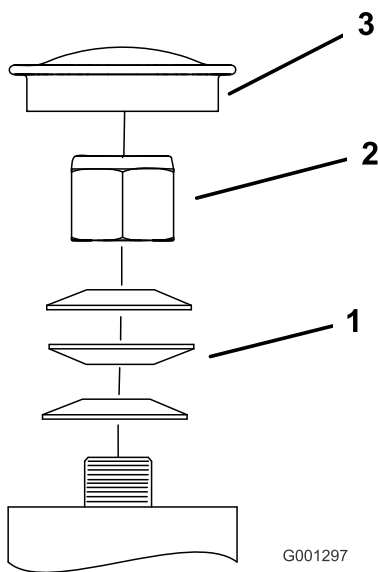

Figura 47
3. Retire el tapón antipolvo de la rueda giratoria y apriete la contratuerca (Figura 47).
4. Apriete la contratuerca hasta que las arandelas de muelle estén planas, luego afloje 1/4 de vuelta para establecer la precarga correcta de los cojinetes (Figura 47).
**Importante:** Asegúrese de que las arandelas de muelle están correctamente instaladas, tal y como se muestra en la Figura 47.
5. Coloque el tapón antipolvo (Figura 47).